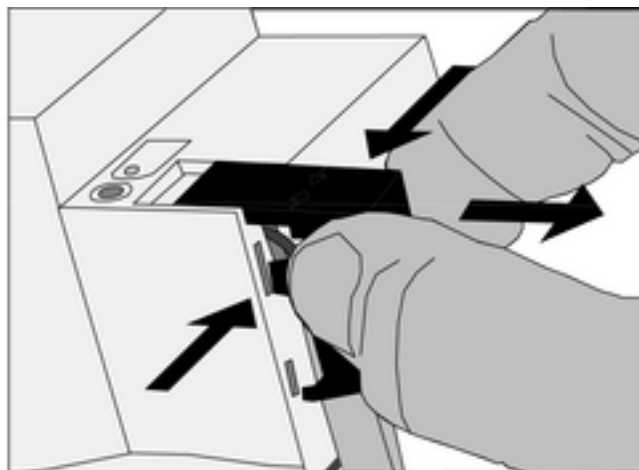

Figura 8: Retirar la tapa
- Presionar la tapa lateralmente y tirar (figura 8).